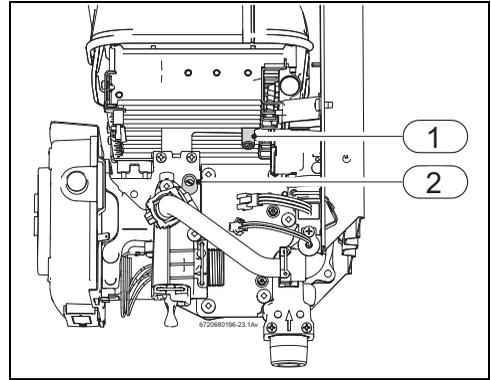

Fig. 25 Puntos de medición de presión
- ▶ Aflojar el tornillo obturador (Fig. 25, [1]).
- ▶ Conectar el manómetro al punto de medición para la presión del quemador (Fig. 25, [1]).
- ▶ Regular la presión del quemador mínimo (tabla 11) utilizando el tornillo de ajuste del caudal de gas mínimo (Fig. 25, [2]).